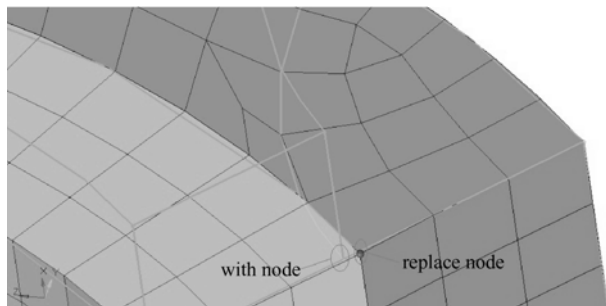

图 5-87 选择边上所示单元节点
- (1) 进入 3D>replace 面板。
- (2) 激活 relace: node 选择器，选择如图 5-87 所示单元节点。
- (3) 激活 with: node 选择器，拖动鼠标指针选择如图 5-87 所示边，再选择边上所示单元节点。
- (4) 单击 return 按钮。